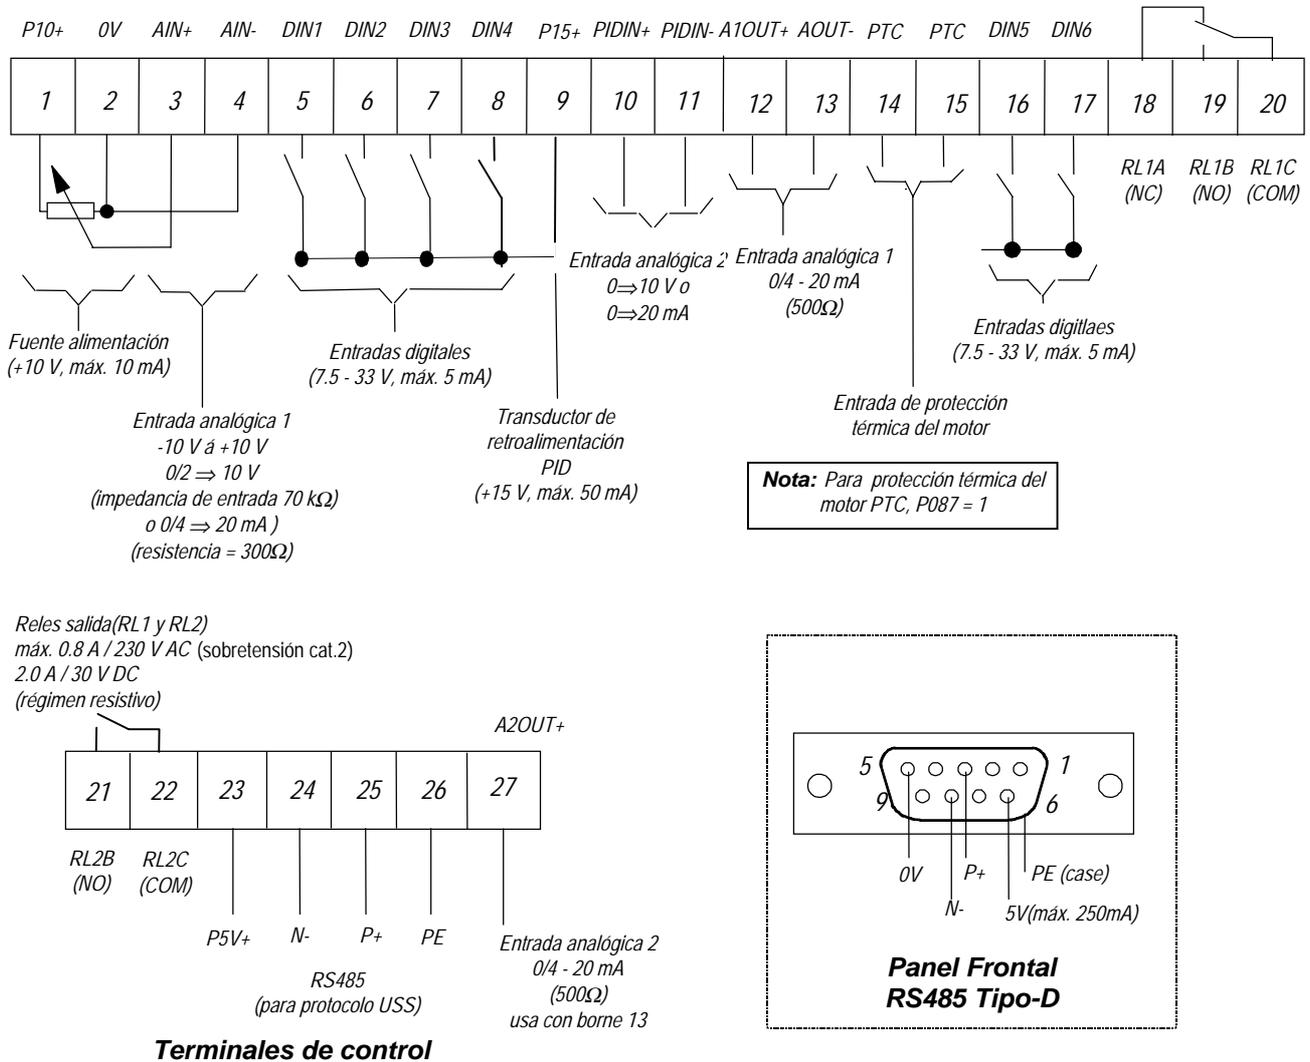

Figura 3.2.2: Conexiones de control - MIDIMASTER Vector
- (1) Conecte el borne de control 9 al borne 5 mediante un simple contacto de conexión/desconexión. De este modo, el motor queda configurado para girar en sentido horario (ajuste predeterminado).
- (2) Conecte un potenciómetro de 4,7 k $\Omega$  a los bornes de control tal como se muestra en la figura 2.2.4 ó 2.2.6 (MMV) (Figura 3.2.2 y 3.2.4 (MDV) o conecte la patilla 2 (0 V) a la patilla 4 y una señal de 0 - 10 V entre la patilla 2 (0 V) y la patilla 3 (AIN+).
- (3) Ajuste los interruptores selectores DIP 1, 2 y 3 de configuración de entrada analógica 1 para entrada de tensión (V) (*véase la figura 3.2.2-3.2.4, sección 4.1.2*).
- (4) Fije todas las tapas al equipo y, a continuación, aplique la alimentación de la red al convertidor. Ajuste el parámetro P009 a 002 o 003 para que puedan ajustarse todos los parámetros.
- (5) Ajuste el parámetro P006 a 001 para especificar consigna analógica.
- (6) Ajuste el parámetro P007 a 000 para especificar entrada digital (es decir, DIN1 (borne 5) en este caso) y desactivar los mandos del panel frontal.
- (7) Ajuste los parámetros P021 y P022 para especificar los ajustes de la frecuencia máxima y mínima de salida.